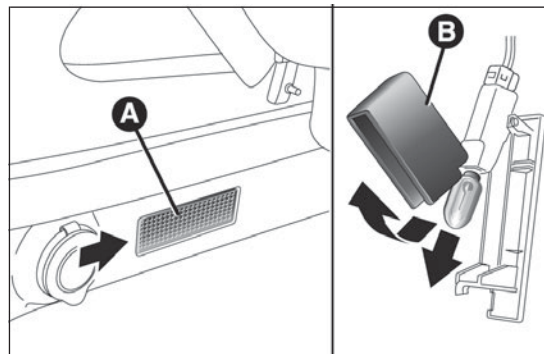

fig. 198
- ☐ abrir el maletero y extraer el plafón A fig. 198 actuando en el punto que indica la flecha;